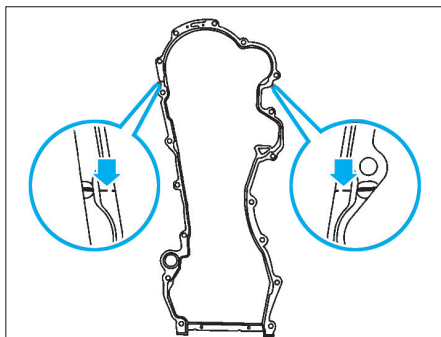

FIG. 76
- Découper le joint de carter de distribution neuf (flèches) au niveau des points de rupture (Fig.76).